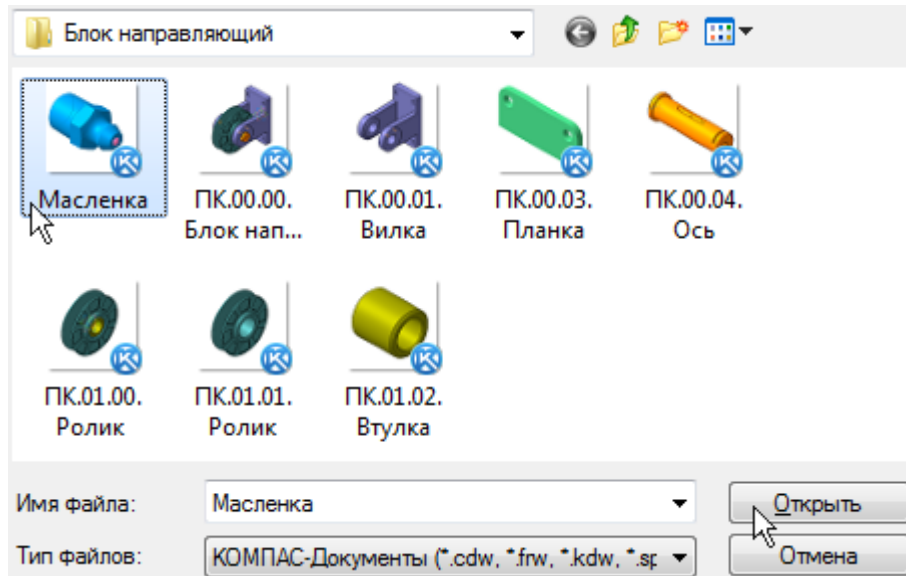

Рисунок 16.
- Откройте документ Масленка в папке \Tutorials\Блок направляющий (рис.16).